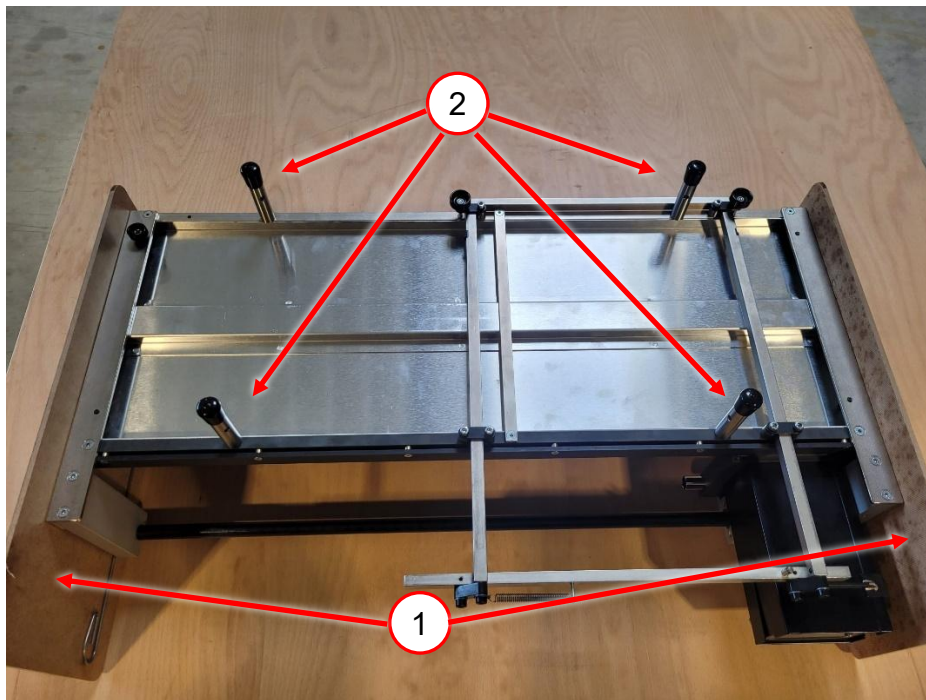

Abbildung 40 Montage Füße VARGA VA 1
4. Die vier Füße (Pos. 2, Abbildung 40) einschrauben und festziehen.
6. Transportplatten entfernen (Pos. 1, Abbildung 40).